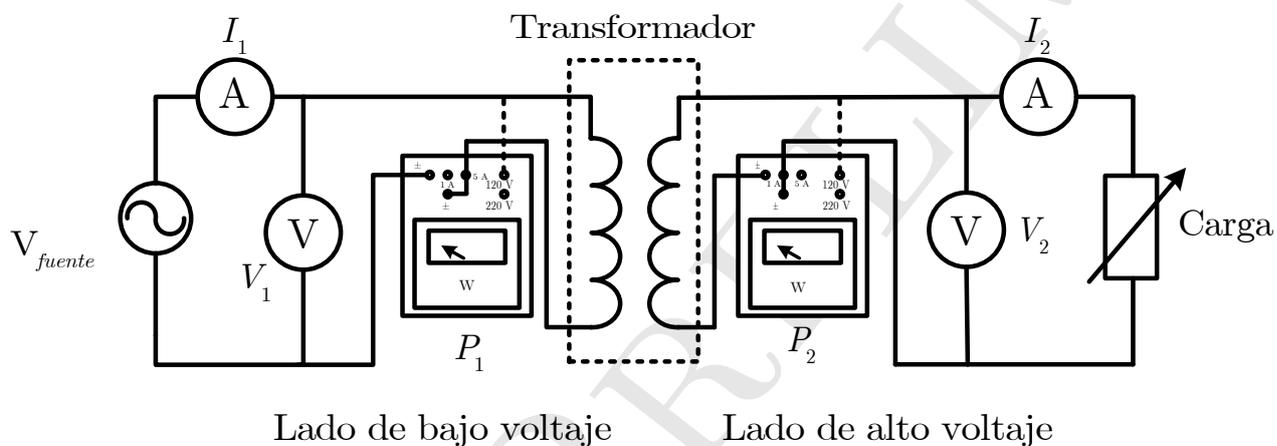

Figura 1: Pruebas al transformador.
1. Armar el circuito mostrado en la Figura 1. La carga tomará los valores de acuerdo a la Tabla 2.
3. Medir y anotar en la Tabla 2, 3 y 4 las lecturas tomadas de todos los instrumentos mostrados en la Figura 1 para cada tipo de carga.